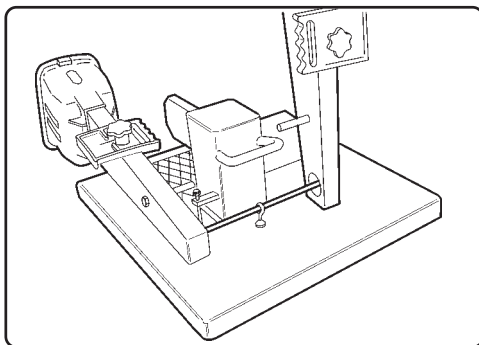

Fig. 13
- Sæt vippearmen ind i sædet på den anden styrestang (Fig. 13) og sæt den faste skrue på styrestangen ned i hullet på chassiset og gør den fast med en selvblokerende møtrik.